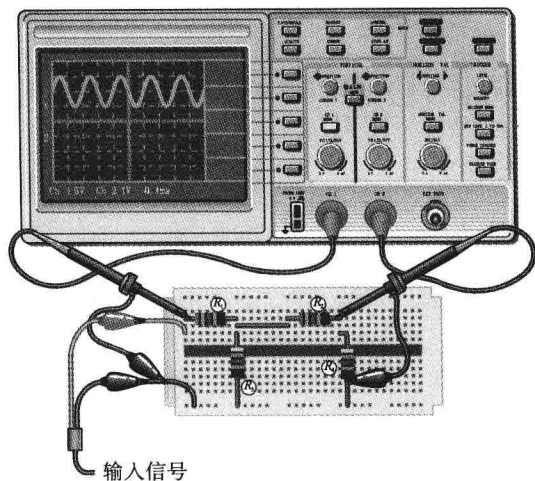

图 8-86
54. 根据图 8-86 中的仪器设置、示波器显示和电路板，确定输入信号和输出信号的频率与峰值。通道 1 的波形已显示，请按指定设置绘制通道 2 的波形。其中，电阻 R_1 和 R_2 的色环颜色分别为：绿、蓝、棕、金；电阻 R_3 和 R_4 的色环颜色分别为：黄、紫、棕、金。